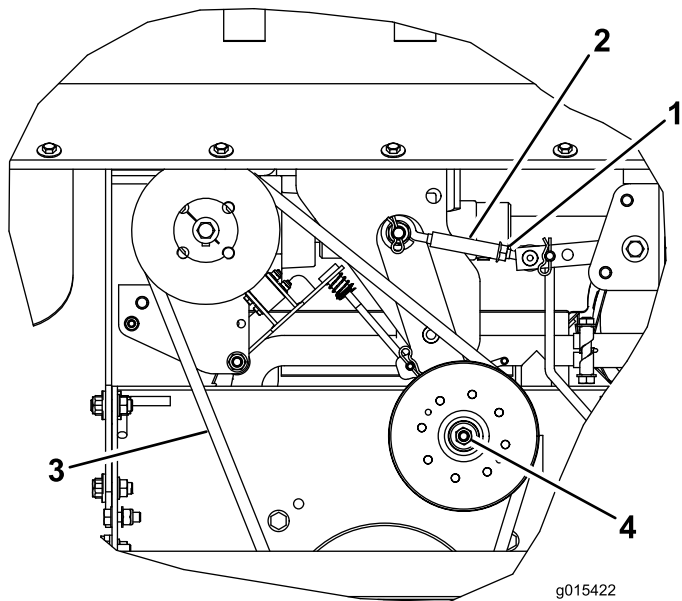

Bild 10
Führen Sie eine Sichtprüfung des Riemens (**Bild 10**) auf Schmutz, Verschleiß, Risse und Anzeichen von Überhitzung durch. Wenn der Riemen übermäßig abgenutzt ist oder Anzeichen einer Beschädigung aufweist, wechseln Sie den Riemen.
Hinweis: **Bild 10** zeigt den Riemen in der Ansicht von unten, aber der Riemen kann sowohl von oben als auch von unten überprüft, eingestellt oder ausgetauscht werden, nachdem die entsprechende Schutzvorrichtung entfernt wurde.
Die richtige Spannung des Mähwerksriemens beträgt 4,5 kg Kraft, um den Riemen in der Mitte der längsten Spannweite um 13 mm auszulenken (**Bild 10**).
- A. Lösen Sie die Sicherungsmutter (**Bild 10**).